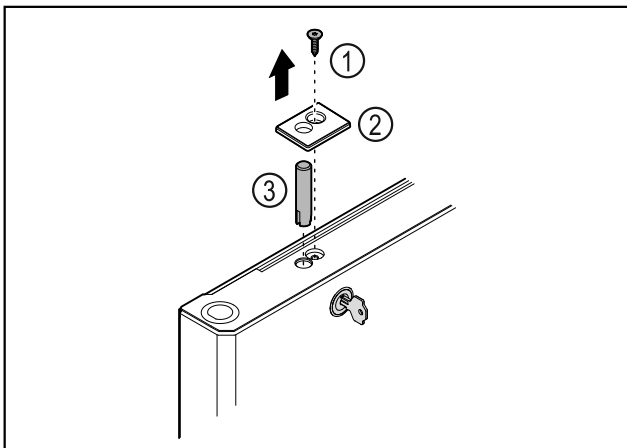

Fig. 37
- Αφαιρέστε τη βίδα Fig. 37 (1).
- Ξεκουμπώστε το κάλυμμα Fig. 37 (2) με ένα μικρό κατσαβίδι και αφαιρέστε το.
- Τραβήξτε έξω τον πείρο της κλειδαριάς Fig. 37 (3).